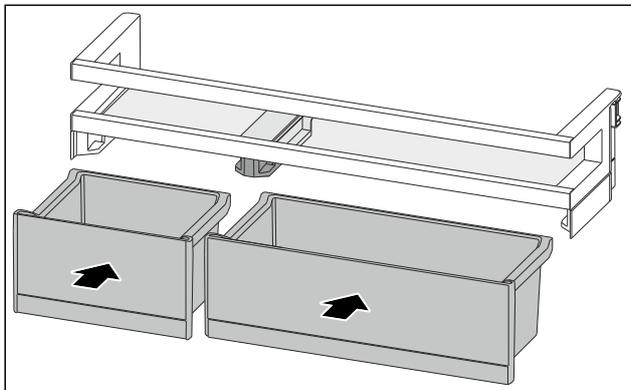

Fig. 117
- ▶ Вставте контейнери VarioBox у змінені положення. (див. Fig. 117)